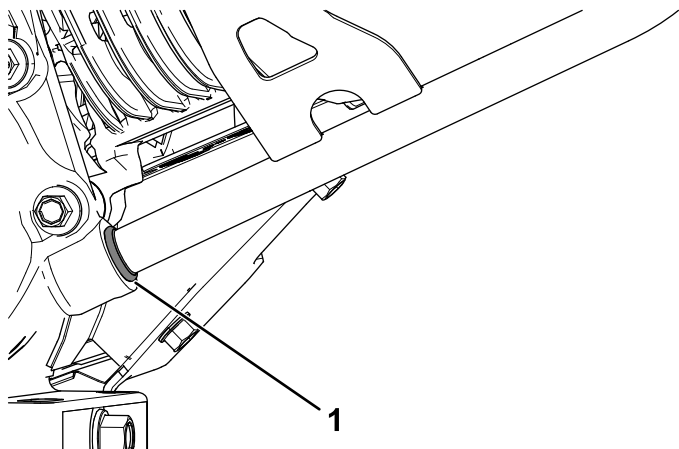

Figure 10
7. Vérifiez que le bas du tube de la jauge affleure l'ouverture d'insertion du tube (Figure 10).